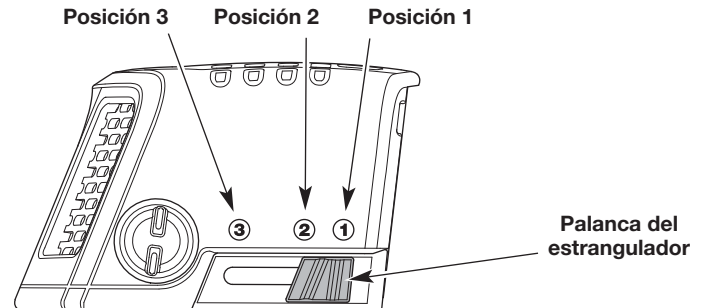

Fig. 9
4. Coloque la palanca del estrangulador en la **Posición 1** (Fig. 9).
7. Siga apretando el control del acelerador. Coloque la palanca del estrangulador en la **Posición 2** (Fig. 9).
10. Siga apretando el control del acelerador. Pase la palanca del estrangulador a la **Posición 3** (Fig. 9) y siga calentando el motor durante 60 segundos más. Se puede usar la unidad durante este período.